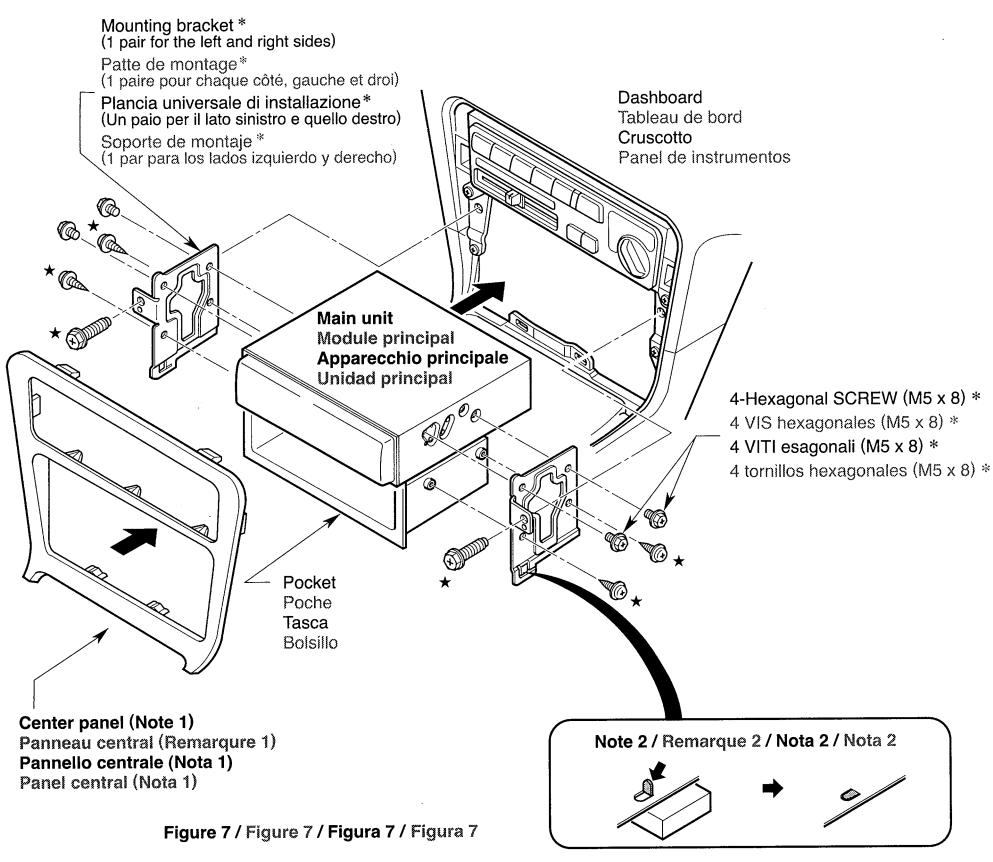

Figure 7 / Figure 7 / Figura 7 / Figura 7
This unit is designed for fixed installation in the dashboard. If the vehicle is equipped with a factory-installed radio, install the main unit with the parts and screws marked (*) (Figure 7).
- Secure the mounting brackets to the chassis as shown in Figure 7. Holes are pre-tapped for TOYOTA and NISSAN vehicles; modification, such as drilling new holes, of the mounting brackets may be required for other models.
Cet appareil est conçu pour une installation fixe dans le tableau de bord. Si le véhicule est équipé d'un auto-radio installé à l'usine, installer l'appareil pilote avec les pièces et les écrous marquées de (*). (Figure 7).
- Fixer le support de montage sur le châssis comme montré sur la Figure 7. Les trous sont pré-découpés pour les véhicules TOYOTA et NISSAN; des modifications du support de montage, comme le perçage de nouveaux trous, peuvent être nécessaire pour les autres modèles.